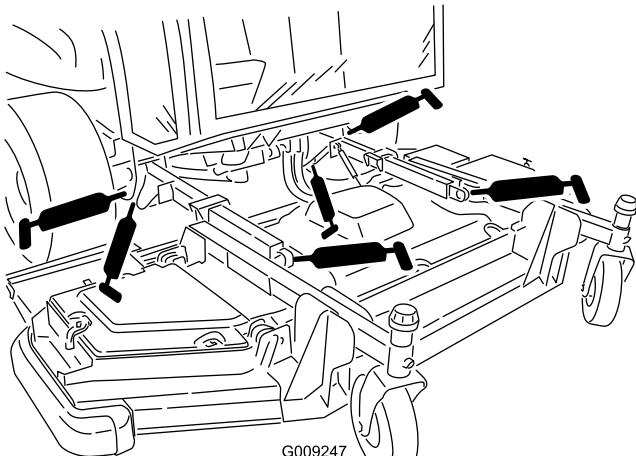

Bild 84
- 2 Hubarmbüchsen (Bild 84)
- Zwei Hubarm-Kugelgelenke (Bild 84)
- Zwei Frontmähwerk-Hubzylinderdrehzapfen (Bild 84)